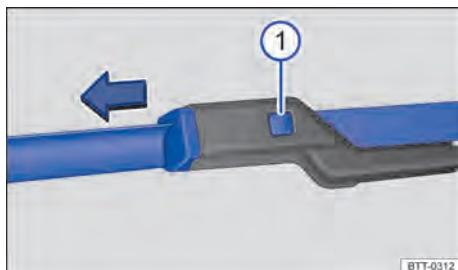

Fig. 112 Substituir as palhetas dos limpadores do para-brisa.
- Manter o botão de destravamento → **Fig. 112** ① pressionado e, ao mesmo tempo, retirar a palheta do limpador do para-brisa no sentido da seta.